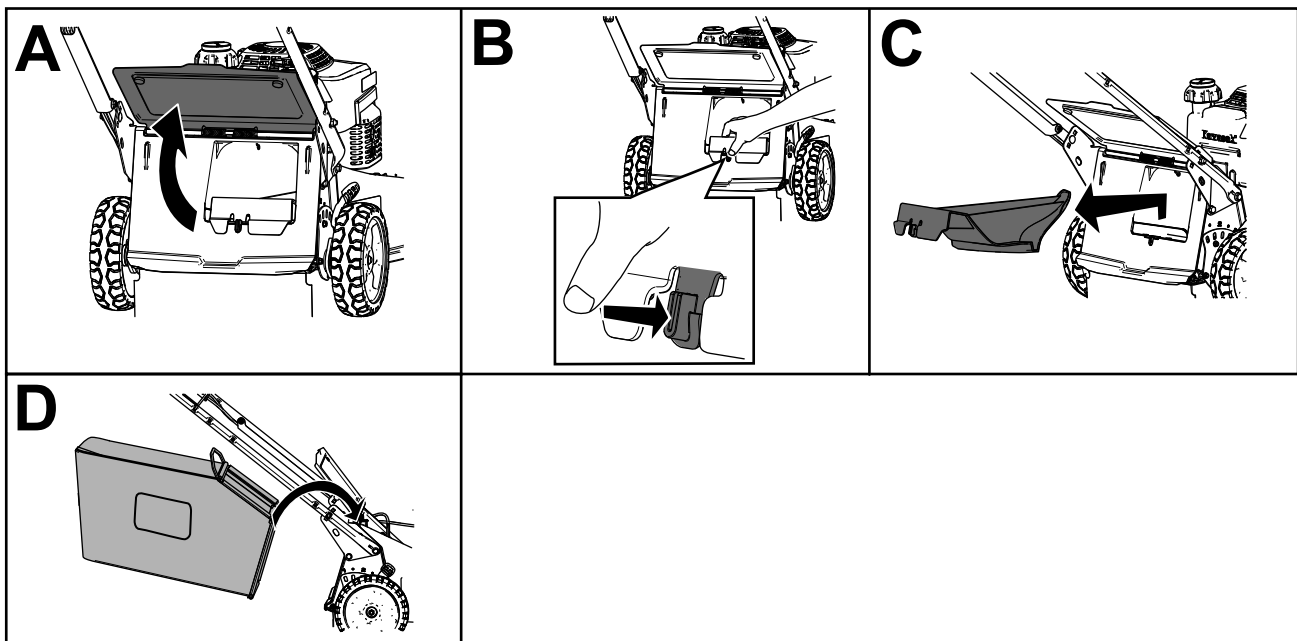

Bild 21
2. Heben Sie das hintere Ablenkblech an und halten Sie es hoch (A in Bild 21).
3. Drücken Sie zum Entfernen der Heckauswurfklappe mit dem Daumen auf den Riegel und ziehen die Klappe aus der Maschine (B und C in Bild 21).
4. Setzen Sie die Enden der Fangkorbstange in die Kerben an der Unterseite des Holms ein und bewegen den Fangkorb nach vorne und hinten, um sicherzustellen, dass die Enden der Stange richtig in den Kerben sitzen (D in Bild 21).